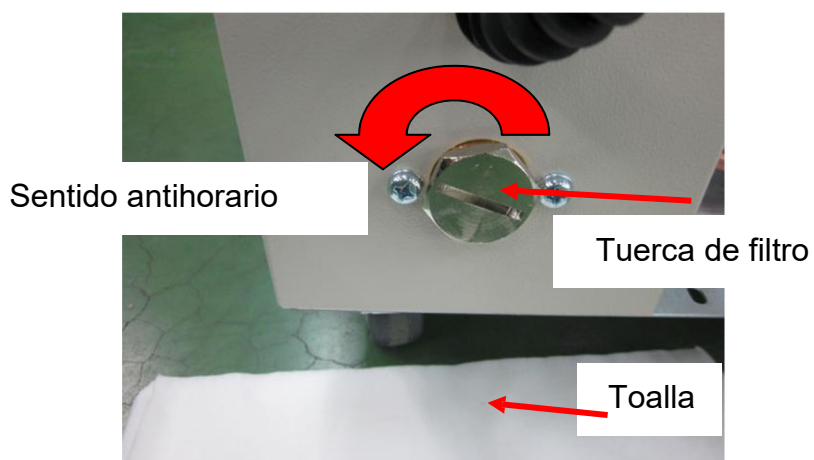
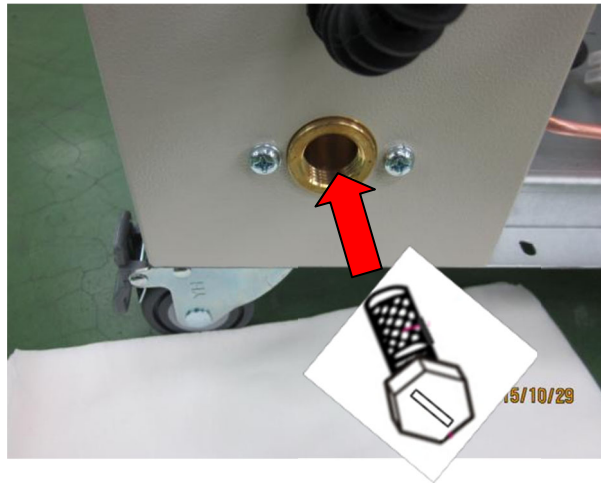

Figura 31
Figura 33
- Limpie la caja, el marco de la bandeja y las bandejas con agua y un detergente o limpiador no corrosivo para acero inoxidable, usando un paño o esponja. Limpie el filtro usando una llave inglesa (o cuchillo, destornillador) para destornillar la tuerca en sentido antihorario según se muestra en la Figura 31 hasta la Figura 33.
Retire el filtro cuidadosamente y enjuague con agua para limpiarlo. Ensamble de nuevo según se muestra en Figura 33